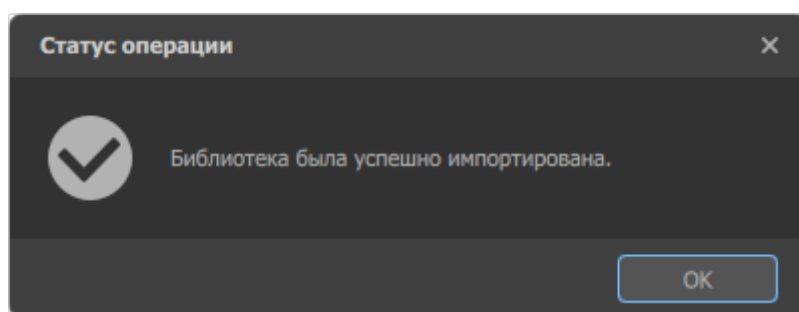

Рисунок 50. Подтверждение успешного импорта библиотеки компонентов
- 3) При появлении сообщения об успешном импорте библиотеки нажать на кнопку ОК (см. рисунок 50)